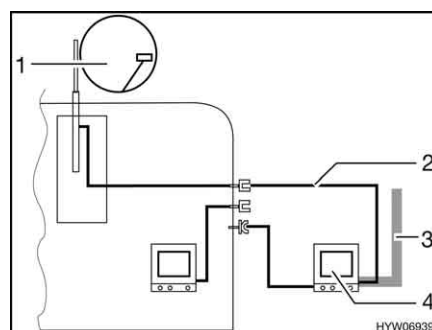

Fig. 102 TV nella tenda veranda
- TV nella tenda veranda (Fig. 102,4): Collegamento all'antenna del tetto (Fig. 102,1) con cavo di collegamento (Fig. 102,2)
- TV nella tenda veranda (Fig. 102,4): Collegamento a antenna esterna (Fig. 102,3)